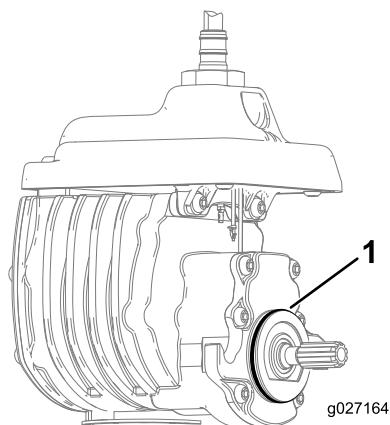

**Bild 7**
- Befestigen Sie den O-Ring am Spindelmotor (Bild 7).